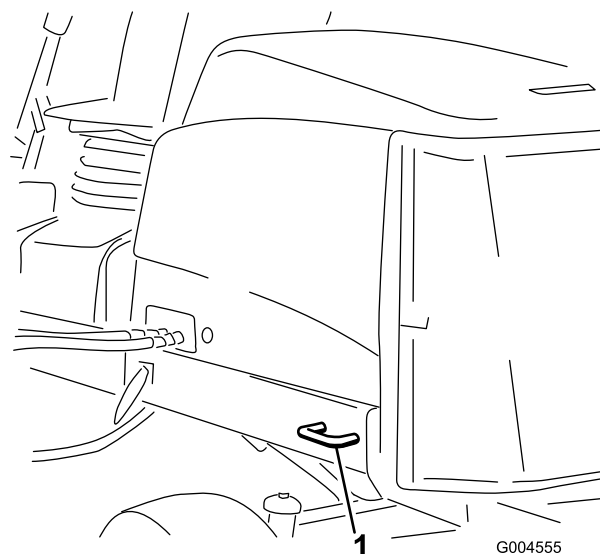

Figure 34
- **Arrière de la machine** – chaque côté de la machine sur le cadre arrière (Figure 34).